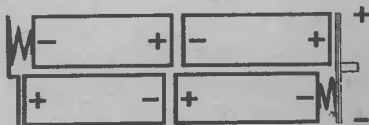

Рис.2. Расположение элементов питания в отсеке
- 2) заполнить отсек элементами питания согласно рис.2.